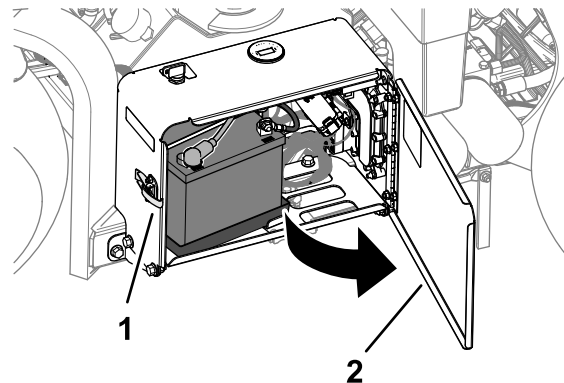

Figura 171
1. Deblocați i deschideți ua compartimentului bateriei (Figura 171).